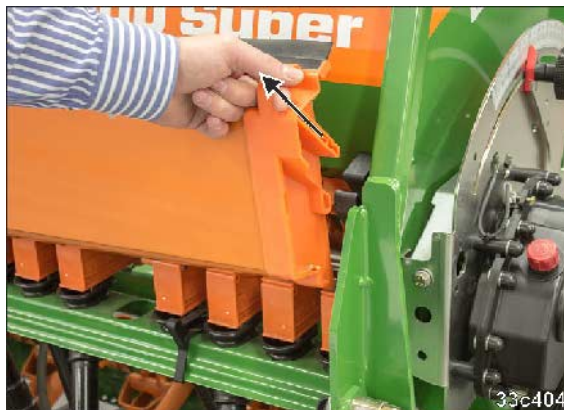

Рис. 103
1. Перед настройкой вытяните лотки для пробного посева (Рис. 103) вверх из держателей, а затем вставьте их на место.